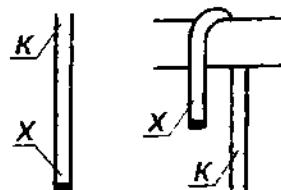

Рис. 1. X – ходовой конец; K – коренной конец.
**Коренной конец** – закреплённый конец верёвки или конец, используемый в работе, противоположный ходовому концу (рис. 1).
**Ходовой (рабочий) конец** – свободный незакреплённый конец верёвки, которым вяжется узел (рис. 1).